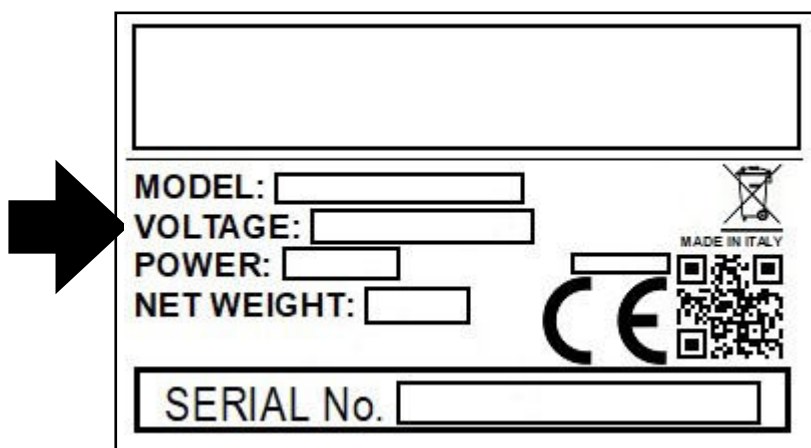

Fig. 1
- Vergewissern Sie sich, ob die Spannung am Typenschild der Maschine mit der Ihres Stromnetzes übereinstimmt (**Abb. 1**).